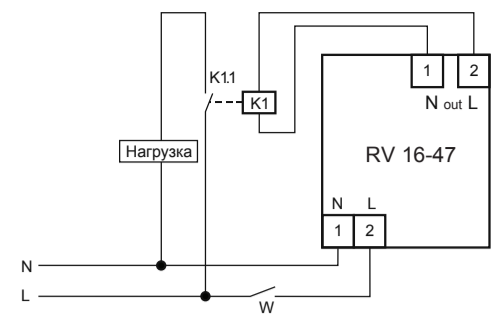

Рис. 3: схема подключения нагрузки мощностью более 2,2 кВт к устройству
- 7.3. В случае, если мощность нагрузки более 2,2кВт, то нагрузка подключается к изделию через контактор соответствующей мощности и проводом соответствующего сечения (рис.3).